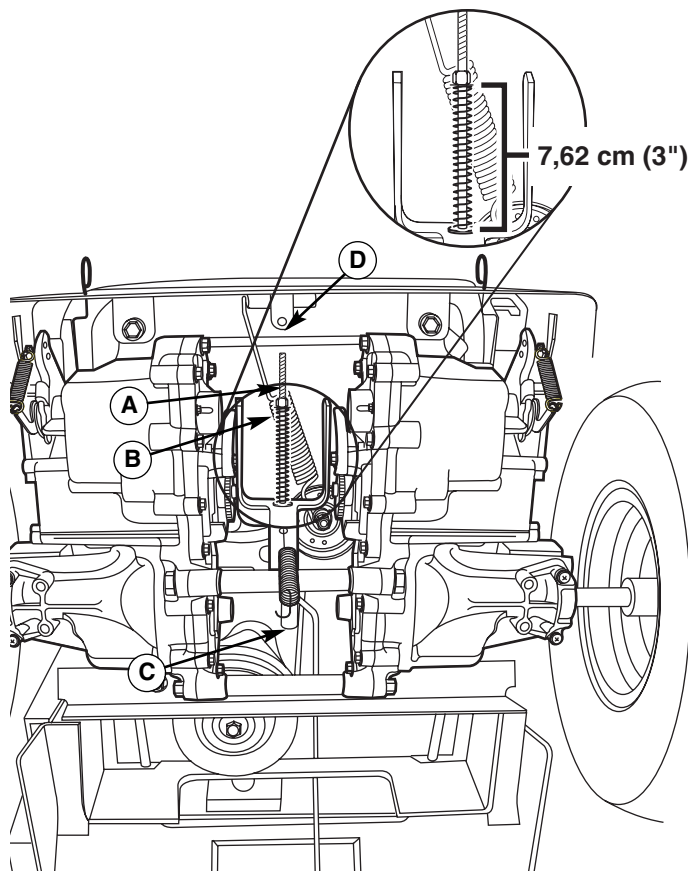

Figure 32. Réglage des freins
2. Localiser la tige de frein (A, figure 32) et l'écrou de réglage (B).
4. Mesurer le ressort du frein de stationnement. Sa longueur comprimée, les leviers de vitesse de déplacement étant dans leurs positions PARK (Stationnement) doit être de 7,62 cm (3"). Régler la longueur du ressort en tournant l'écrou de réglage (B), le cas échéant.